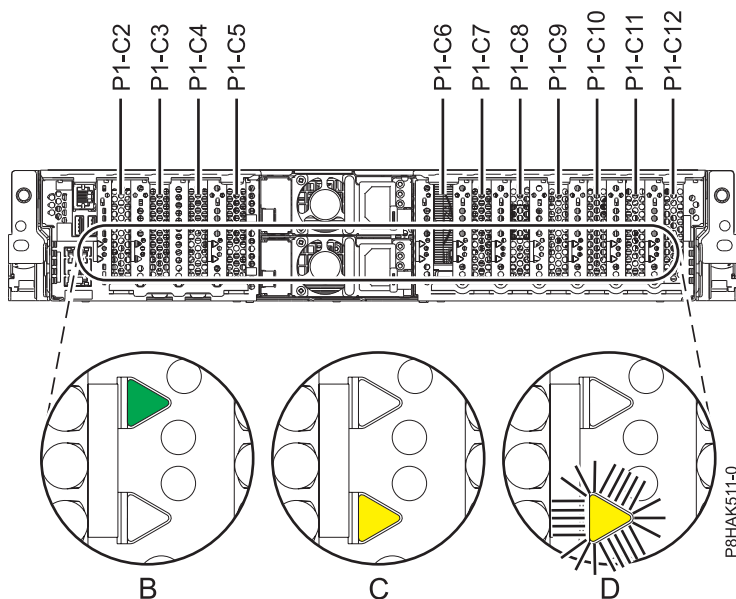

図 18. 5148-21L、5148-22L、8247-21L、8247-22L、8284-21A、または 8284-22A システムの PCIe アダプター・スロットの位置および LED の位置
1. PCIe アダプター・スロットおよび保守する PCIe アダプター用のサービス・インディケーターの位置を理解してください。PCIe アダプターは、システム背面に取り付けられています。36 ページの図 18 は、5148-21L、5148-22L、 8247-21L、8247-22L、8284-21A、または 8284-22A システムの PCIe アダプターの位置およびその PCIe アダプターの発光ダイオード (LED) の位置を示しています。